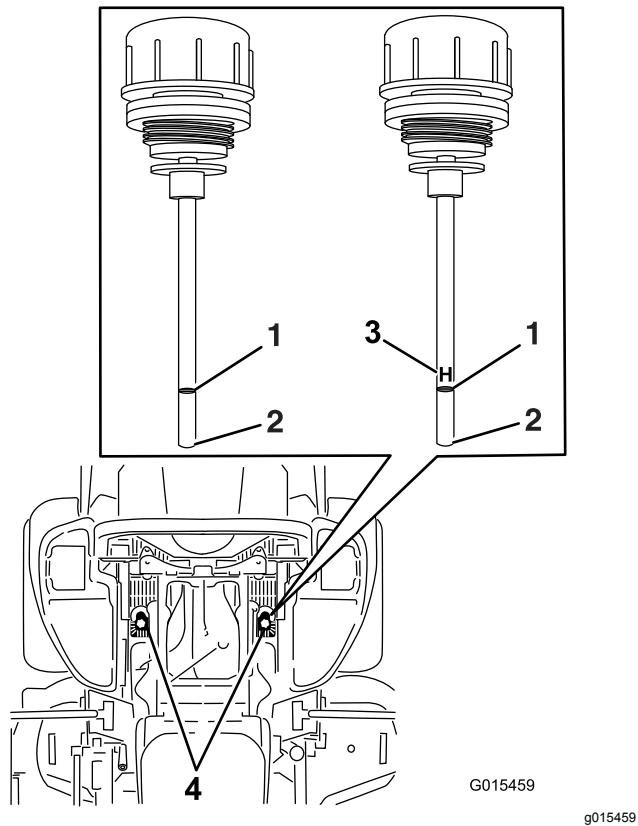

Figure 94
6. Nettoyez la surface autour des jauge des réservoirs du système hydraulique (Figure 94).
7. Sortez une jauge du réservoir hydraulique (Figure 94).
9. Ressortez la jauge et examinez son extrémité (Figure 94).